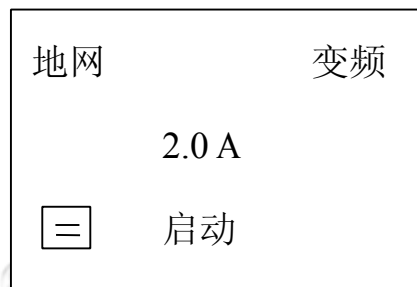
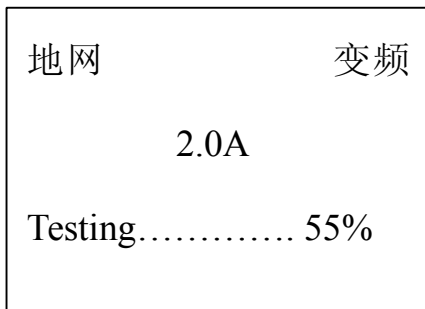
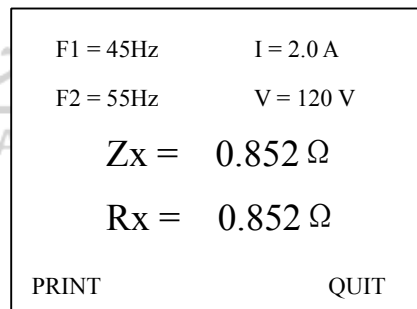

图 3
图 6
图 7
- 1) 打开电源开关，计算机进行自检，液晶屏显示中文主菜单如图 3 所示。
4. 测试：打开高压允许开关，当光标在测试项目上时，按**确认键**大约 5 秒钟开始测试。测试过程中显示的画面如图 6（地网，变频）所示，当下面的进程到 100%时候测试完毕，然后显示测量结果见图 7 所示，此时光标指示打印机图标，按**确认键**打印报告。测量结果的意义如下：
- 5. 手动打印：**仪器测试完毕,出现图 7 所示的界面.按→键可以在“print”，“quit”之间选择.如果选择“print”,按一下“确认”键,就会打印结果.如果选择“quit”,按一下“确认”键,就会返回初始界面如图 3 所示.